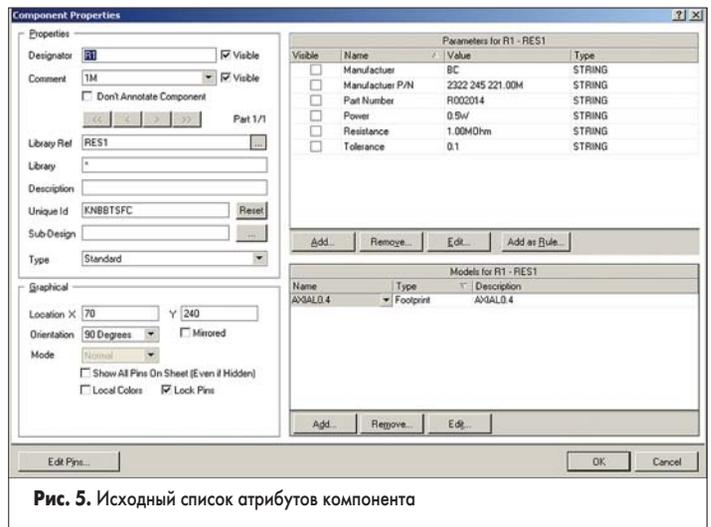

Рис. 5. Исходный список атрибутов компонента
11. Выполним двойной щелчок на резисторе R1, после чего откроется окно Component Properties (рис. 5).
Легко видеть, что текстовых атрибутов у данного резистора стало больше, чем показано на рис. 5. То, что содержимое атрибутов также изменилось, легко проверить по параметрам Description и Manufacturer, которые сейчас содержат текст из отредактированной нами базы данных.